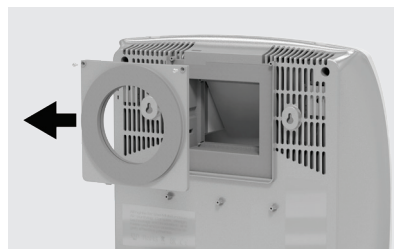

Рисунок 18
3. Отвинтите два крепежных болта на задней крышке прибора. Снимите заднюю крышку потянув ее на себя и вверх (рис. 18).